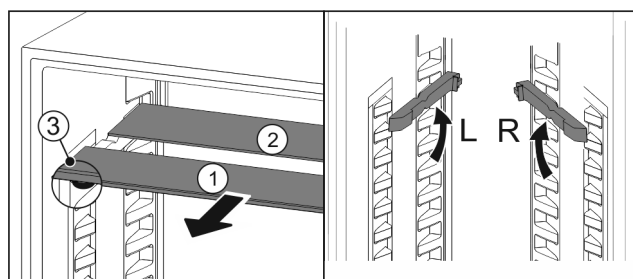

Fig. 70
- Wyciągnąć Fig. 70 (1) pojedynczo półki szklane do przodu.
- ▷ Płyta szklana Fig. 70 (1) z listwą ozdobną znajduje się z przodu.
- ▷ Stopery Fig. 70 (3) wskazują w dół.